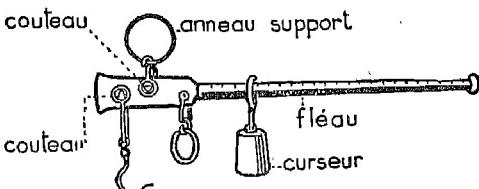

Fig. 1. — Romaine.
1. Décrivez une romaine¹ en vous aidant de la fig. 1. La graduation est-elle en parties d'égale longueur ?
Elle se compose d'un fléau, barre de fer mobile autour d'un couteau horizontal. Ce couteau est supporté par un anneau que l'on tient à la main (fig. 1 et 2). Un crochet, lui-même suspendu à un autre couteau, porte le corps à peser.